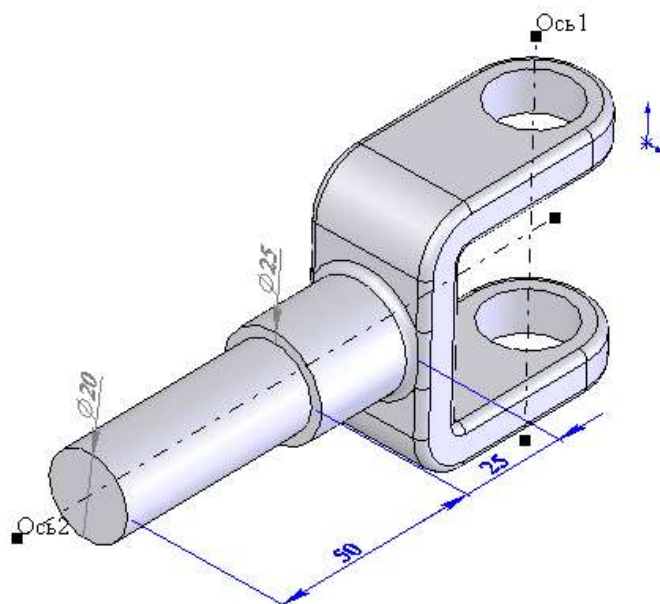
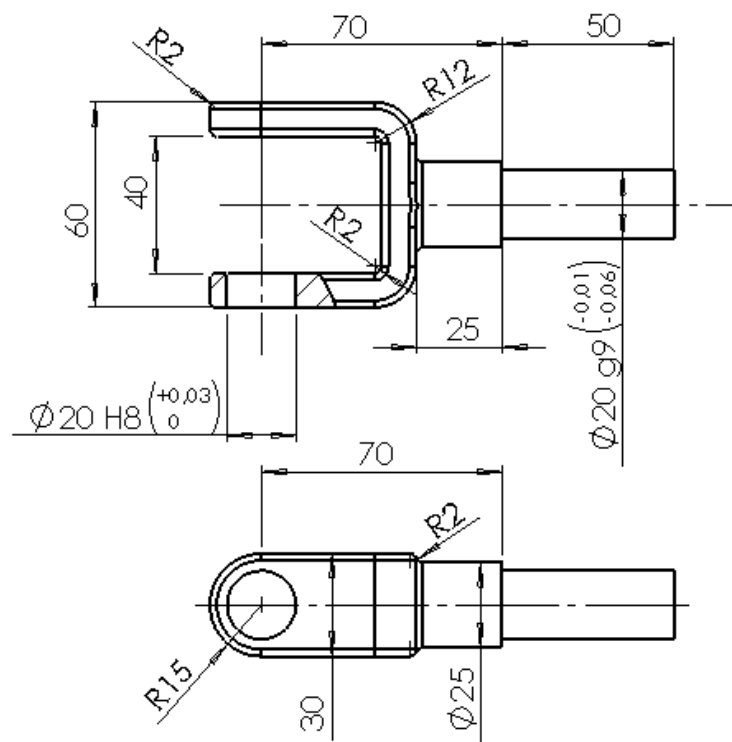

Рис. 4. Модель детали «Вилка»
Рис. 5. Эскиз детали «Вилка»
5. Построить 3D модель детали «*Вилка*» (рис. 4) в соответствии с эскизом, изображенным на рис.5 и сохранить под этим именем в папке «*Итоговое занятие*».